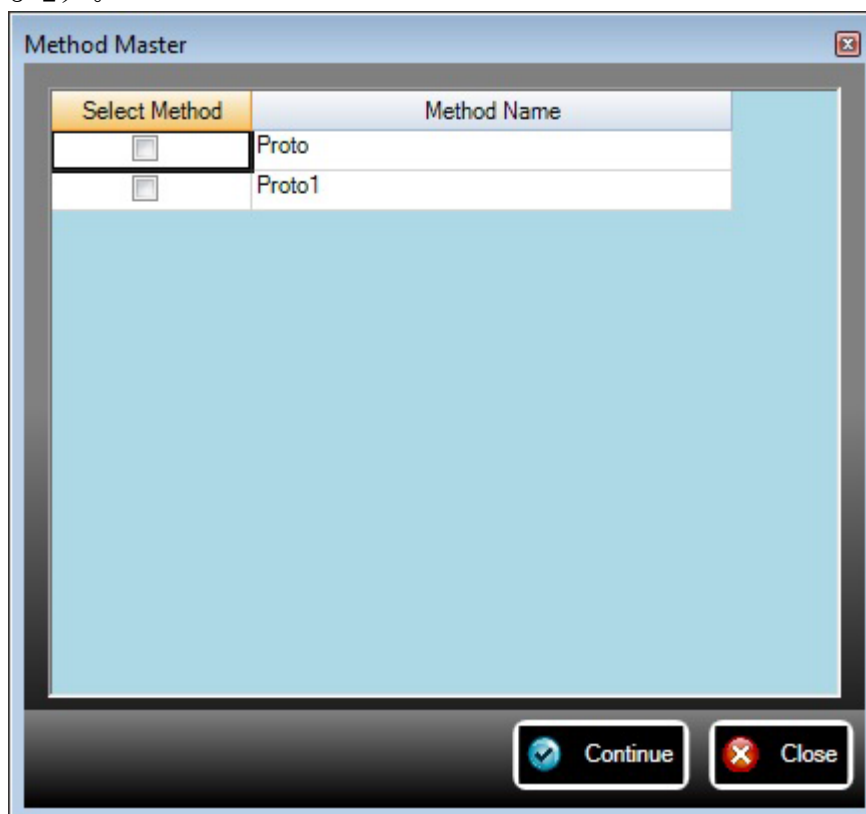

Figure 3-2
5. 点击“新建”，打开“方法窗口”，选择所需的方法，点击“继续”（见图 3-2）。